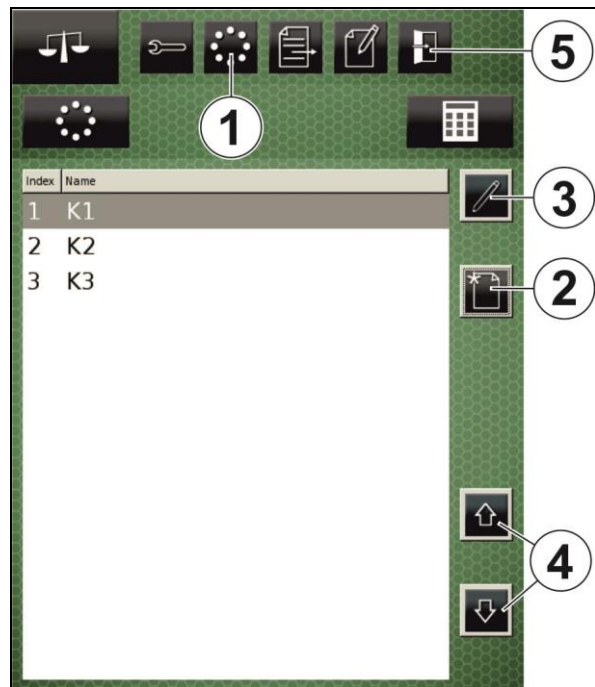

Fig. 187
4. Drücken Sie die Taste „Eingabe ändern“ (6), um den Namen für die Komponente einzugeben.
5. Drücken Sie die Taste „Bestätigen“ (7), um die Eingabe zu speichern.
- Drücken Sie die Taste „Menü verlassen“ (8), um die Eingabe nicht zu speichern.
6. Drücken Sie die Taste „Menü verlassen“ (Fig. 187/5), um das Grundbild des Terminals aufzurufen.